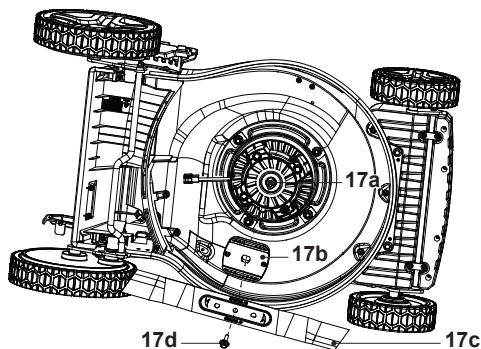

Fig. 21
1. Maintenir le dessous du produit et la lame de coupe (17c) propres et exempts de débris. Retirer l'herbe coupée de la goulotte d'éjection arrière (21).
5. Remplacer la lame de coupe (17c) par une neuve de même type. Vérifier d'abord l'état du support de lame (17b) sur la broche (17a), fixer la lame de coupe (17c) sur le support de lame (17b) en l'alignant sur les motifs en demi-cercle corrects, puis installer correctement le boulon tête hexagonale avec les rondelles (17d) pour stabiliser le raccordement. Serrer le boulon tête hexagonale (17d) dans le sens des aiguilles d'une montre à 25Nm min. / 35Nm max. pour assurer le bon fonctionnement du produit (Fig. 21).